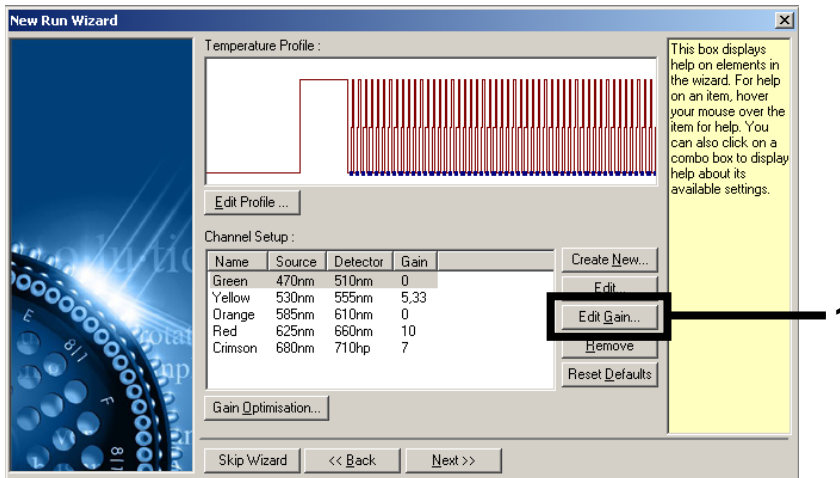

Figura 5. Modifica manuale dei valori di guadagno.
6. Fare clic su **Edit Gain** (modifica guadagno) per modificare i valori di guadagno manualmente (Figura 5).